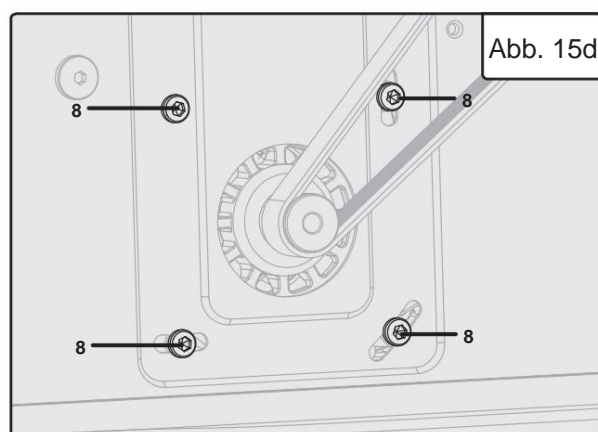

Abb. 15d
- Wenn die Spannung des Riemens zu locker oder zu fest ist, lösen Sie vier Schrauben (Abb. 15d - 8), die die Motorbaugruppe mit einem T-Schlüssel am Gehäuse befestigen.